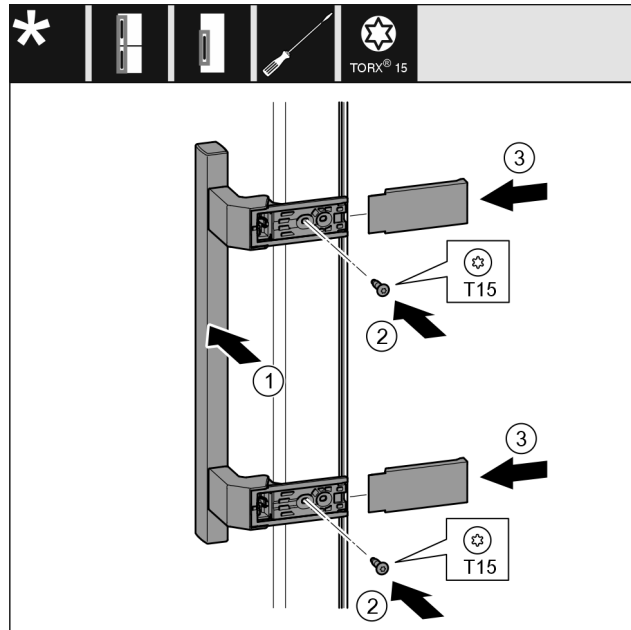

Fig. 20
- Griff Fig. 20 (1) auf der Gegenseite ansetzen.
- Schrauben Fig. 20 (2) mit Schraubendreher festschrauben.
- Abdeckungen Fig. 20 (3) seitlich ansetzen und aufschieben.